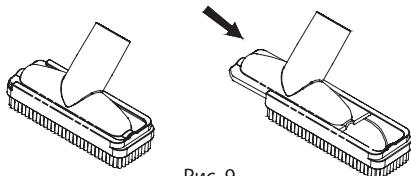

Рис. 9
- Насадка для жидкостей (11) используется для очистки пола как от жидкостей, так и от твердого мусора.
- Щелевая насадка (10) используется для чистки радиаторных батарей, уборки в проемах, углах, в области плинтусов и тд.
- Насадка для пыли (2 в 1) (12) используется для уборки пыли с любых типов поверхности таких, например, как: книги, жалюзи, решетки кондиционеров, абажуры ламп, полки и т.д. Без щетки насадка может использоваться для чистки мягкой мебели (Рис. 9).